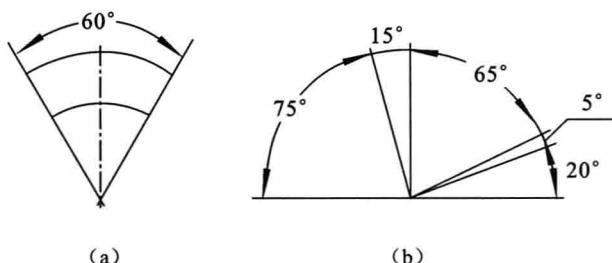

图 1-9 角度尺寸的标注
- ◆ 角度标注：尺寸界线应沿径向引出，尺寸线画成圆弧，圆心是角的顶点，尺寸数字应一律水平书写，如图 1-9 (a) 所示。角度标注一般注在尺寸线的中断处，必要时也可按图 1-9 (b) 的形式标注。